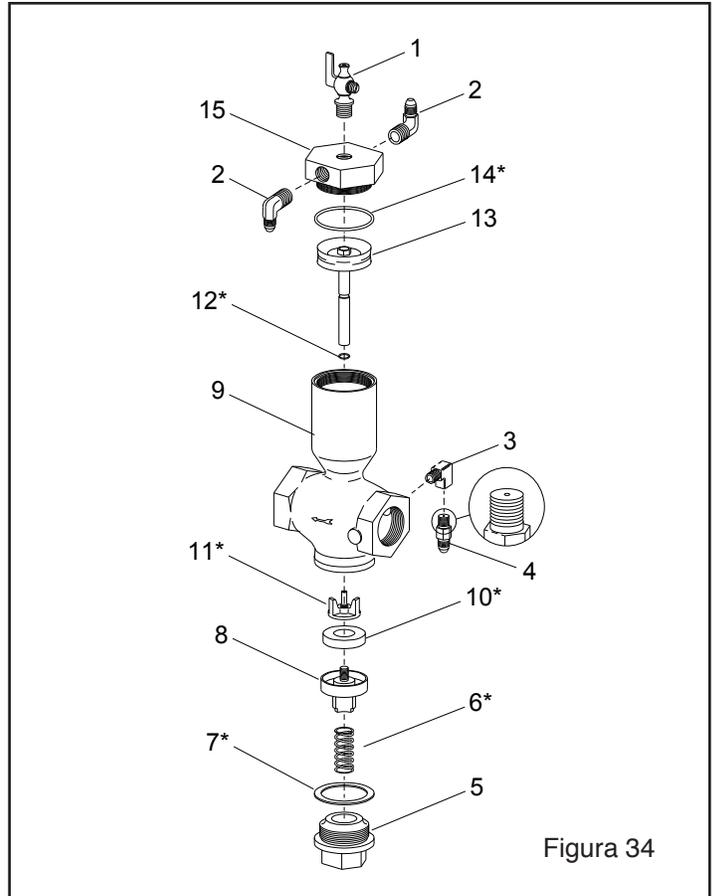

Figura 34
8.10 Válvula de Admisión de 1", Figura 34